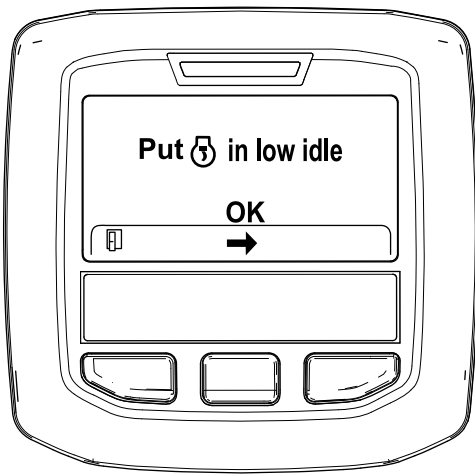

Figura 49
6. Mueva el control del acelerador en RALENTÍ BAJO y pulse el botón central (Figura 49).